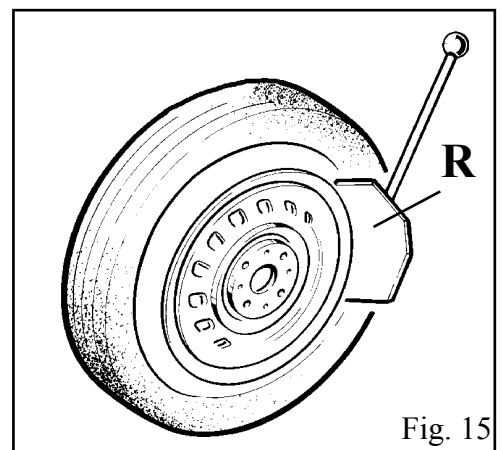

Fig. 15
- Accostare la ruota agli appoggi in gomma sulla parte destra dello smontagomme (S)
- Avvicinare la paletta (R) al tallone del pneumatico, mantenendo una distanza, dal bordo del cerchio, di circa 1 cm. (Fig. 15) Prestare attenzione affinché la paletta operi correttamente sul pneumatico e non sul cerchio.
- Premere il pedale (U) per azionare lo stallonatore e rilasciarlo quando la paletta è a fondo corsa o comunque quando la gomma è stallonata.
- *Position the wheel against the rubber stops on the right side of the tyre changer (S).*
- *Position the bead breaker blade (R) against the tyre bead at a distance of about 1 cm from the rim (fig. 15). Pay attention to the blade, which must operate correctly onto the tyre and not onto the rim.*
- *Press down the pedal (U) to activate the bead breaker and release it when the blade has reached the end of its travel or in any case when the bead is broken.*
•Appuyer la roue sur les supports en caoutchouc sur la droite du démonte-pneus (S).
•Approcher la palette (R) au talon du pneu en maintenant une distance d'un cm. environ du bord de la jante (fig.15).
-Reifen an die Gummianschläge auf der rechten Seite des Reifenmontiergerätes (S) anlegen.
-Wulstabdrücker (V) dem Wulst nähern, etwa 1 cm. Luft von Felgenrand lassen (Abb.15) und darauf beachten, daß der Abdrücker fehlerfrei auf den Reifen und nicht auf die Felge wirkt.
-Pedal (U) drücken, und das Abdrückblatt betätigen, loslassen, wenn das Blatt am Laufende angelangt ist.
- Premere il pedale (H) per ribaltare il palo (P) liberando così il piano di lavoro